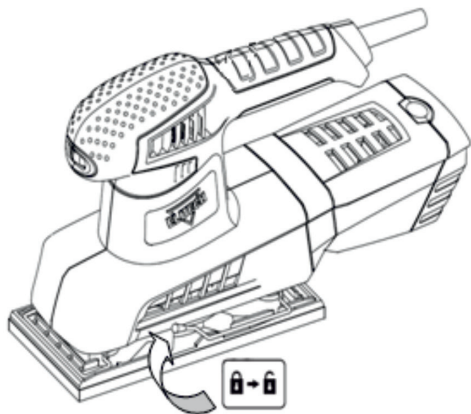

Рис. 2
2. Освободите правый и левый зажимы абразивного листа (Рис. 2)